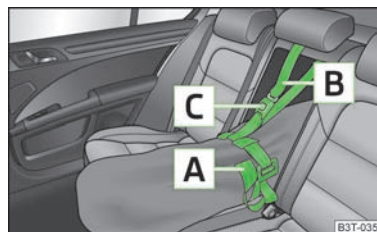

Fig. 101
- Tirez sur l'extrémité libre de la sangle de serrage **A** pour la serrer autour des skis devant les fixations » **fig. 101**.